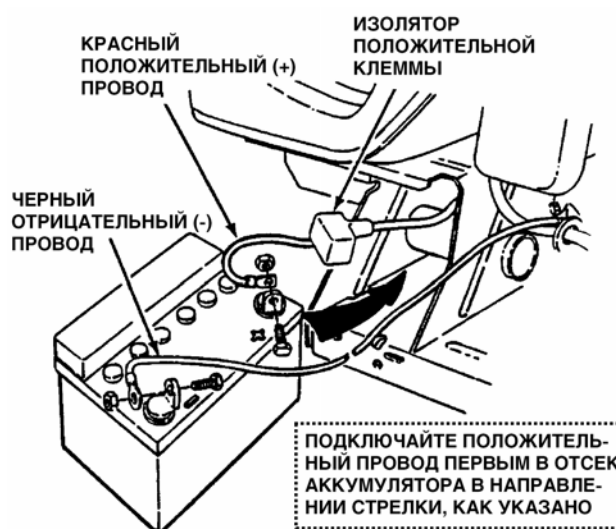

Рис. 4.17.
3. Запомните расположение проводов на аккумуляторе. См. рис. 4.17.
Провода должны быть подсоединены к клеммам в надлежащем положении, как показано на рис. 4.17. **НЕ ЗАРЯЖАЙТЕ** аккумулятор, установленный на райдере. **НЕ ИСПОЛЬЗУЙТЕ** ускоренную подзарядку.